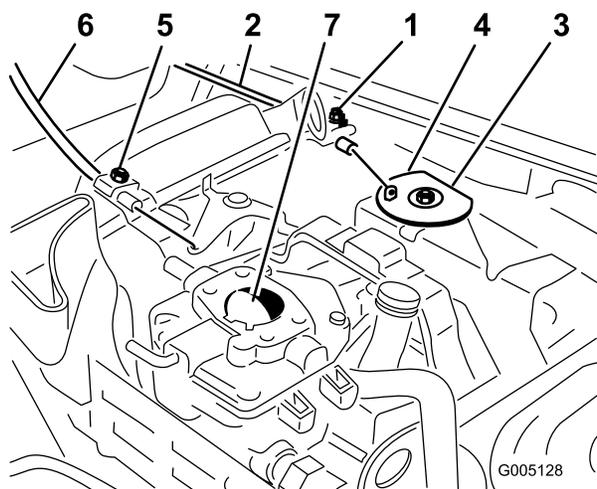

Figura 46
3. Tire firmemente del cable del estérter hasta que la palomilla esté cerrada del todo, luego apriete el tornillo de la abrazadera (Figura 46).
1. Afloje el tornillo de la abrazadera que fija el cable al motor (Figura 46).
3. Tire firmemente del cable del acelerador hasta que la parte trasera del pivote entre en contacto con el tope (Figura 46).